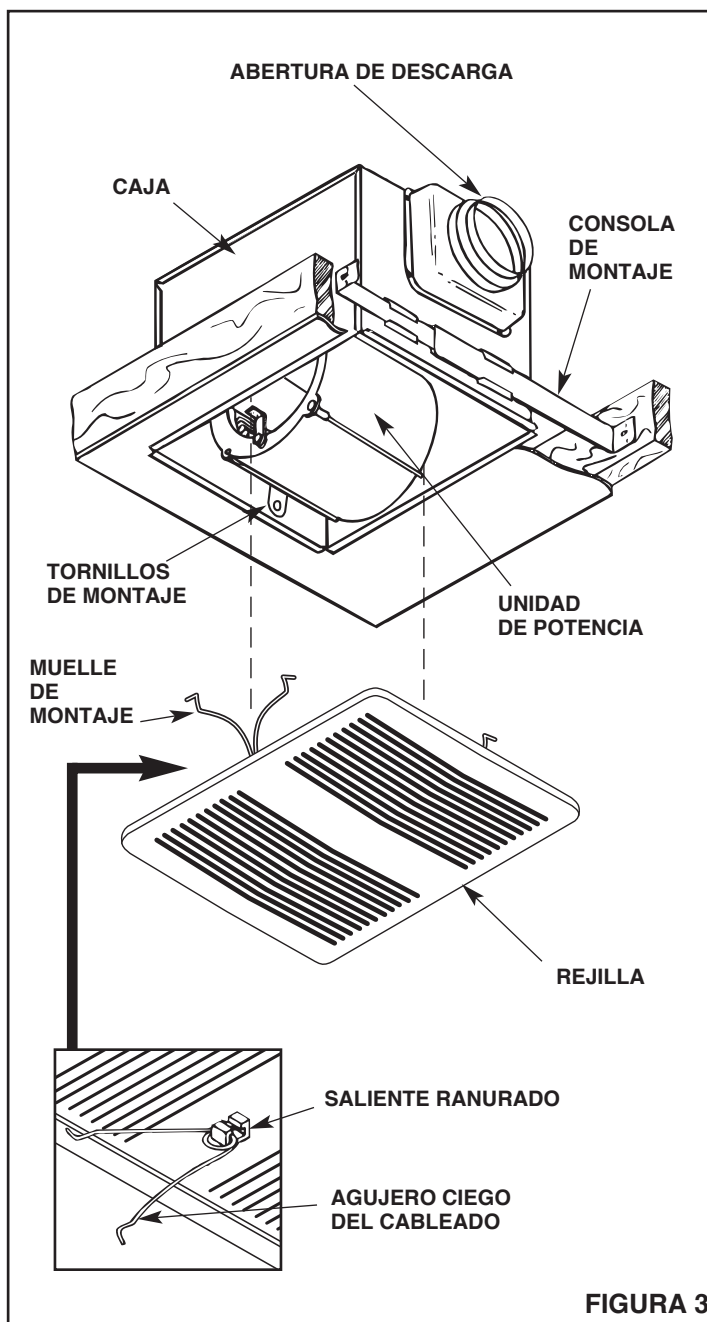

FIGURA 3
1. Refiérase a la Figura 3. Inserte las consolas para el montaje en cada uno de los extremos de la caja.
4. Refiérase a la Figura 3. Apriete el tornillo firmemente.
1. Refiérase a la Figura 3. Encaje a presión el bucle central de los muelles de montaje de la rejilla en el saliente ranurado de la parte posterior de la rejilla.